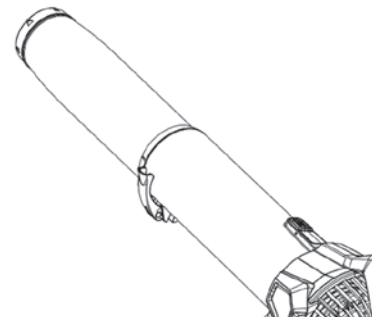

Рис. 6
3. Нажмите и зафиксируйте защелку (рис. 6)